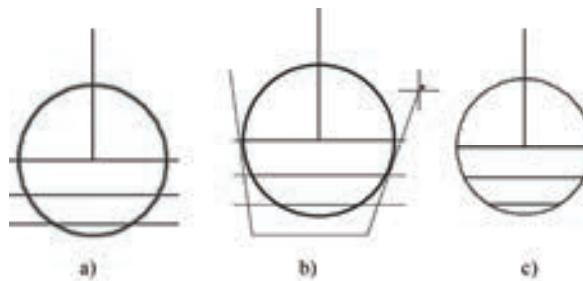

图4-73 栏选方式选择修剪对象
(3) 栏选(F) 选择此选项时, 系统以栏选的方式选择被修剪对象, 如图4-73所示。